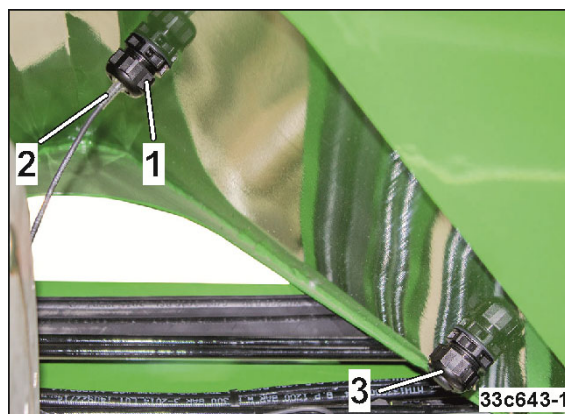

Fig. 147
2. Desfaceți piulițele (Fig. 147/1).
3. Extrageți senzorul nivelului de umplere (Fig. 147/2) și introduceți-l în prinderea prevăzută.
5. Strângeți fix piulița (Fig. 147/1).
Pentru a obtura deschiderea ce devine liberă, introduceți și strângeți fix șablonul (Fig. 147/3) în prindere.